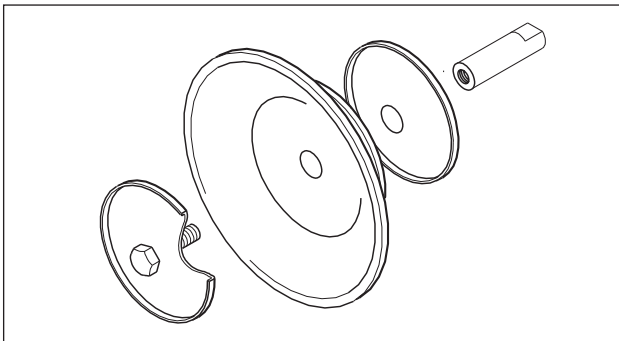

Fig. 13: Montagem das membranas com placa interna e externa
- Bombas DL 40, 50 e 80 com membranas PTFE têm placas de membrana internas mais espessas para a redução e deslocação do curso. No caso de uma adaptação posterior para membranas PTFE é necessário utilizar as respetivas placas (Fig. 13).